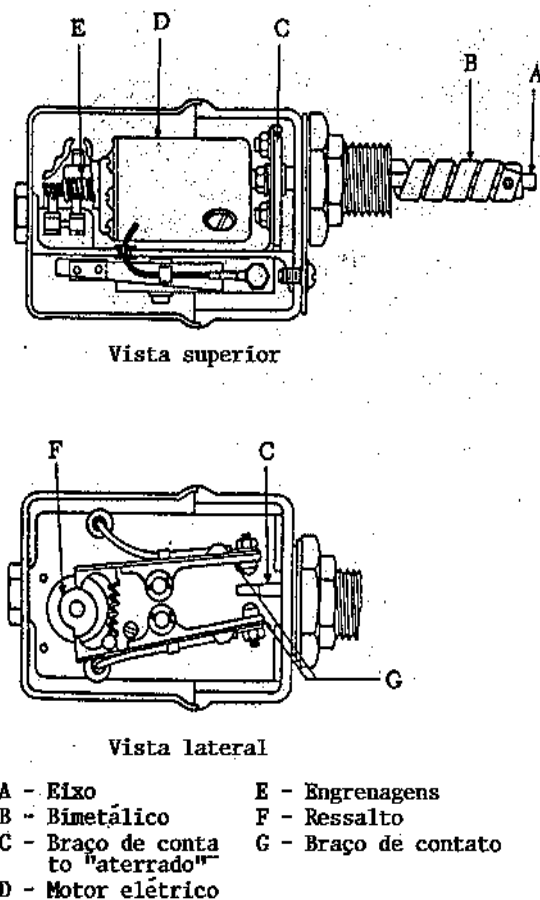

Figura 6-7 Termostato de controle flutuante.
Colocando essa chave nas posições “Aberto” ou “Fechado” num movimento correspondente na porta do radiador. Colocando a chave na posição “Auto” coloca-se o atuador sob controle automático do termostato flutuante de controle (figura 6-7).
O termostato mostrado na figura 6-7 é ajustado para manter uma temperatura normal do óleo, de tal forma que não irá variar mais do que aproximadamente 5 a 8 °C, dependendo da instalação.
Durante a operação, a temperatura do óleo do motor, que flui sobre o elemento bimetálico (B na figura 6-7), faz com que esse elemento enrole ou desenrole levemente. Esse movimento gira o eixo (A) e o braço central do contato para a “massa”.